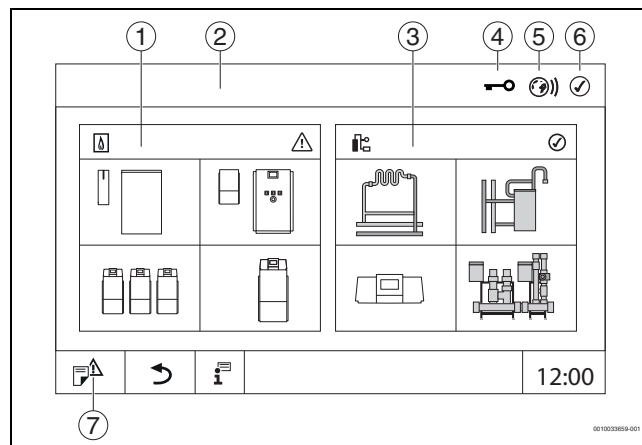

Bild 7 Systemübersicht (Beispiel)
- **Anlage** antippen (→ Bild 7, [3], Seite 15).